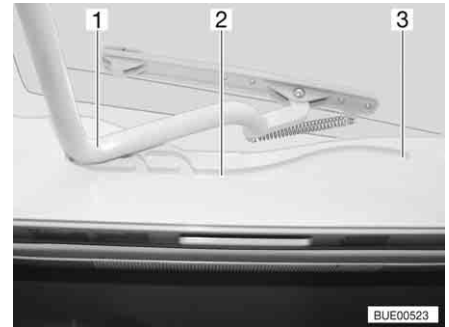

Bild 112 Heki-taklucka, spår
- Dra in bygel (Bild 112,1) i spåret (Bild 112,2) till den bakersta positionen (Bild 112,3).
- Tryck bygel (Bild 112,1) lätt uppåt med båda händerna.
- Drag bygel till önskad position i spåret (Bild 112,2).